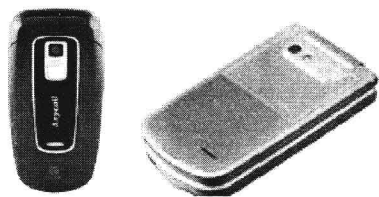

图 1-2 单屏上翻盖式手机外形
1) 上翻盖式手机。一般上翻盖式手机都比较厚，也比较短。这类手机是将手机的一部分元器件做到翻盖上，早期的上翻盖式手机只是将受话器等元器件做到翻盖上，目的是合起时手机小巧玲珑，打开时又能保证通话质量。现在的上翻盖式手机则把液晶显示屏也装到翻盖上。其外形如图 1-2 所示。